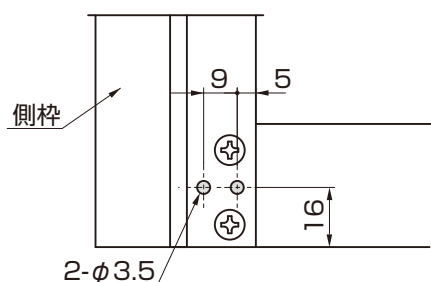

図4-5
- ①最下段パネルの側枠下部に側枠下カバー取付け孔 (φ3.5)をあけてください。(図4-5参照)